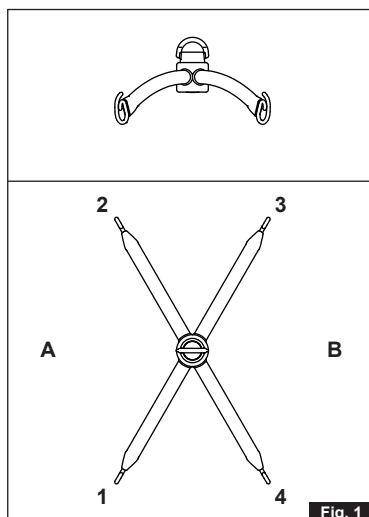

Fig. 1
Sejlets benstropper placeres på krydsbøjle's kroge (A). Sejlets rygstropper placeres på krydsbøjle's kroge (B) (Fig. 1).
I situationer, hvor kun to stropper benyttes - eksempelvis et Multi Support sejl, placeres stropperne diagonalt på krydsbøjle's kroge (1-3) eller (2-4) (Fig. 1).
Place the lifting sling's leg straps on the Cross hanger hooks (A). Place the lifting straps from the back of the sling on the Cross hanger hooks (B) (Fig. 1).
In situations where only two straps are used, e.g. for Multi-support slings, place the straps diagonally on the Cross hanger hooks (1-3) or (2-4) (Fig. 1).
Hängen Sie die Beinschlaufen des Hebesitzes an die Haken des Kreuzbügels (A). Hängen Sie die Schlaufen, die sich auf der Rückseite des Hebesitzes befinden an die Haken (B) (Abb. 1).
In Situationen, in denen nur zwei aufhängepunkte verwendet werden, z. B. bei Multi-support oder Beinschlaufe, platziere die Gurte diagonal an den Kreuzhaken (1-3) oder (2-4) (Abb. 1).